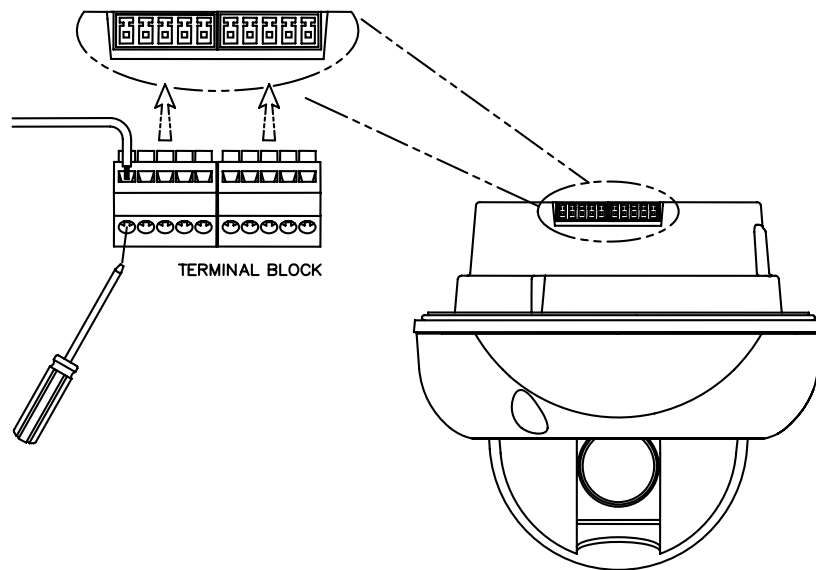

Abb. 5.2.
3. Schließen Sie das Stromkabel (DC 12V 1.5 A) an die Schnittstelle **Power** (Abb. 5.2).
5. Schließen Sie die RS-485-Verbindung an (Abb. 5.2).